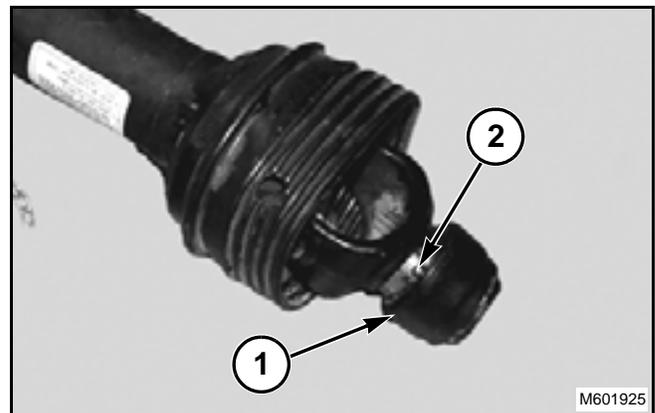

FIG. 14
FIG. 14: Tire del collar de traba (1) de la horquilla de desconexión rápida hacia la horquilla. Deslice la horquilla de desconexión rápida hasta introducirla en el eje de la PTO. Se producirá un sonido cuando la horquilla de desconexión rápida se conecta con el eje de la PTO.